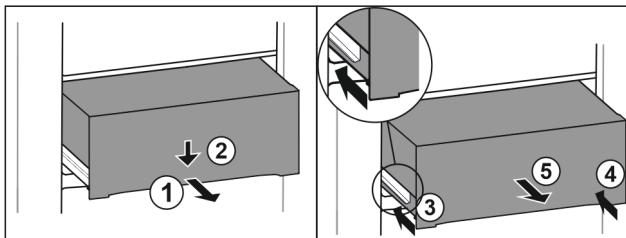

Fig. 70
- Изтеглете чекмеджето наполовина. Fig. 70 (1)
- Натиснете надолу чекмеджето от предната страна. Fig. 70 (2)
- Вкарайте лявата релса приблизително 2 см навътре. Fig. 70 (3)
► Вкарайте дясната релса приблизително 2 см навътре. Fig. 70 (4)
► Извадете чекмеджето напред. Fig. 70 (5)